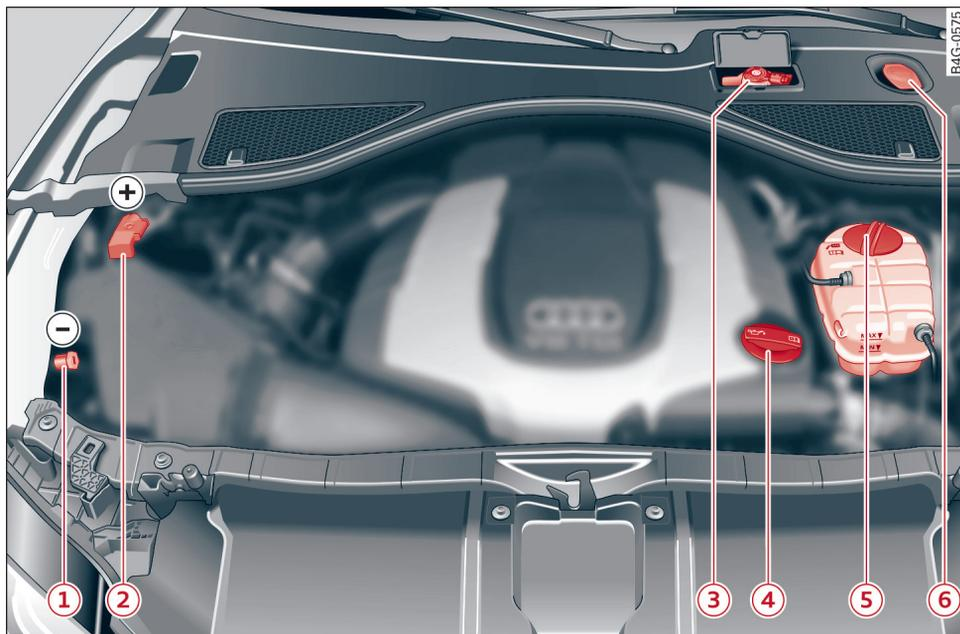

图 262 储液罐和发动机机油加注口的典型布置
- ▶ 在冷却液储液罐上察看冷却液液位 ⇨ 186 页，图 262。在冷车时，冷却液液位必须在标记 MIN（最低）和 MAX（最高）之间。在热车时，冷却液液位也可能会略超过标记 MAX（最高）。